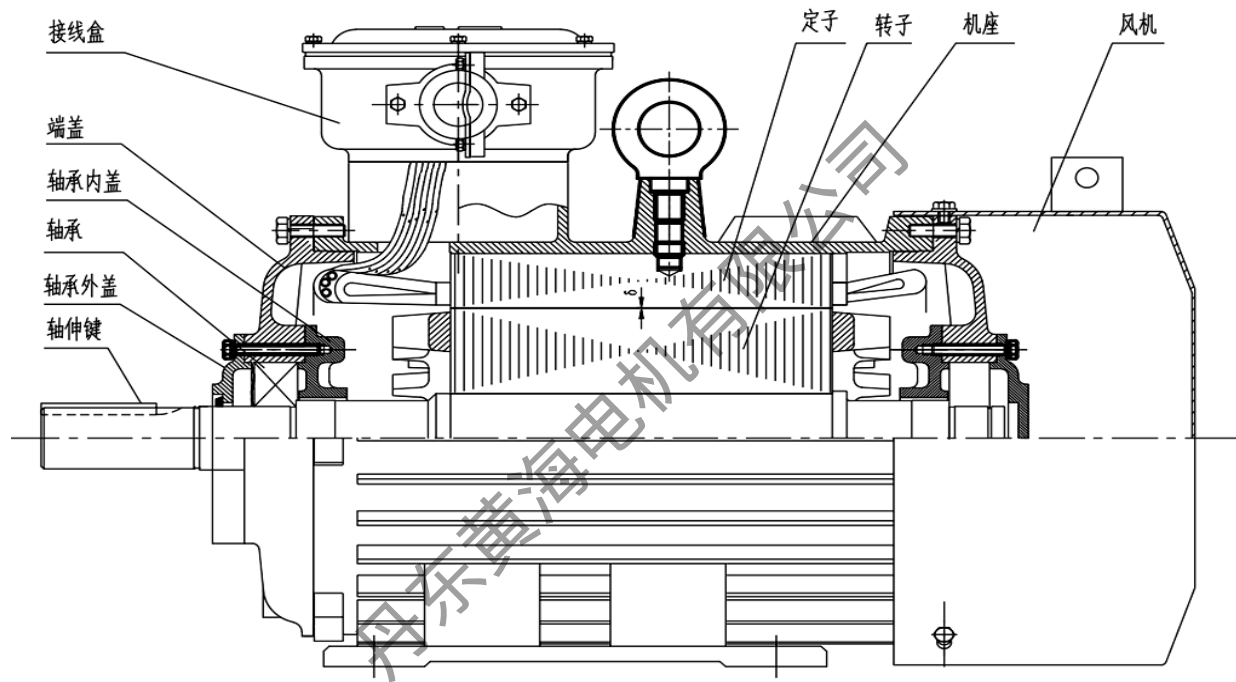
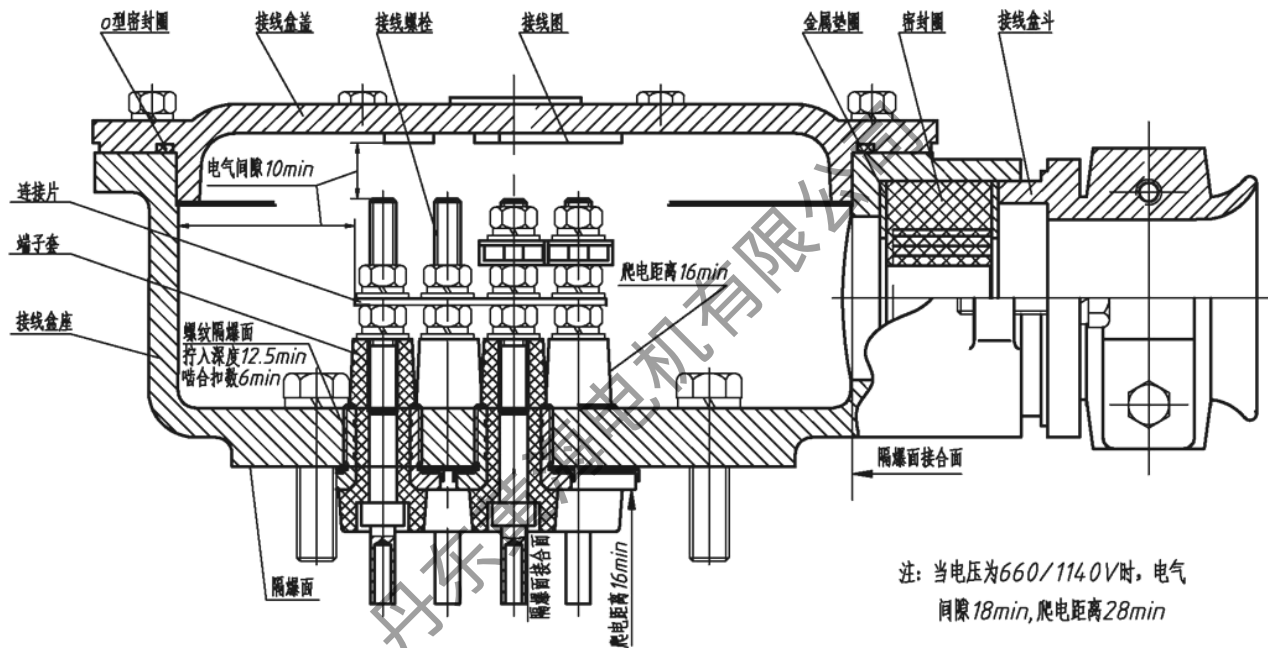

图1电动机主体结构图
图2 接线盒结构图
4.2.3 本系列电动机主体结构见图 1，接线盒结构见图 2。
3. 隔爆接合面的长度、间隙、接线盒内部裸露导体之间, 裸露导体与金属外壳之间的电气间隙及爬电距离见图 1、图 2。